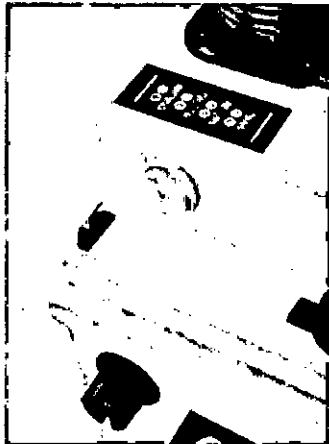

Figura 9.4a
- Sostenga el disco del filtro MPD e insértelo en la válvula MPD (Figura 9.4a). Esto presionará el anillo de cierre del MPD en la PCM